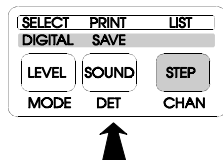

Figura 32.- Impresión de un canal.
- 5.- Para imprimir la información relativa al canal sintonizado pulsar la tecla **SOUND** [8] (PRINT), tal como se indica en la figura 32.